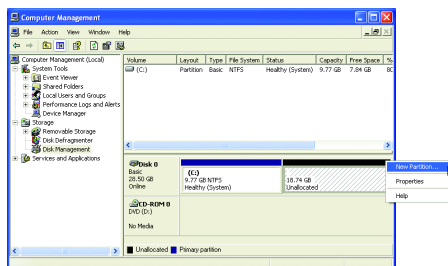

図 6
5. オペレーティングシステムをインストールする前にハードドライブを適切に分割していなかった場合、ハードドライブの空きスペースを使用して新しいパーティションを作成することができます (図 6、7)。ただし、**ディスク管理**に示されたハードドライブのシステムパーティションに未割り当てのスペースがない場合、新しいパーティションを作成したり Xpress Recovery2 を使用することはできません。この場合、オペレーティングシステムを再インストールし、ハードドライブを再分割してください。